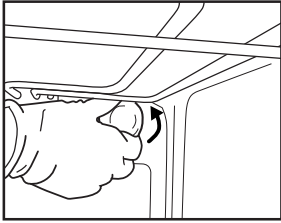
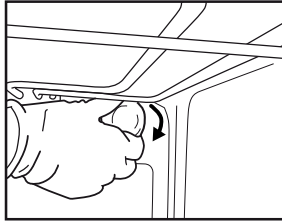

Fig. 6
Fig. 7
2. Svitare il copri-lampada (Fig. 6), sostituire la lampada (per il tipo vedere nota) e riavvitare il copri-lampada (Fig. 7).